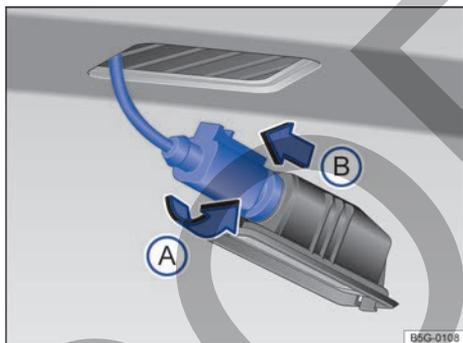

Fig. 199 Luz de matrícula: desmontaje del portalámparas.
- 4 Gire el portalámparas en el sentido de la flecha → fig. 199 (A) y extráigalo junto con la lámpara en el sentido de la flecha (B).
- 6 Coloque el portalámparas en la unidad de iluminación y gírelo en el sentido contrario al de la flecha (A) hasta el tope.